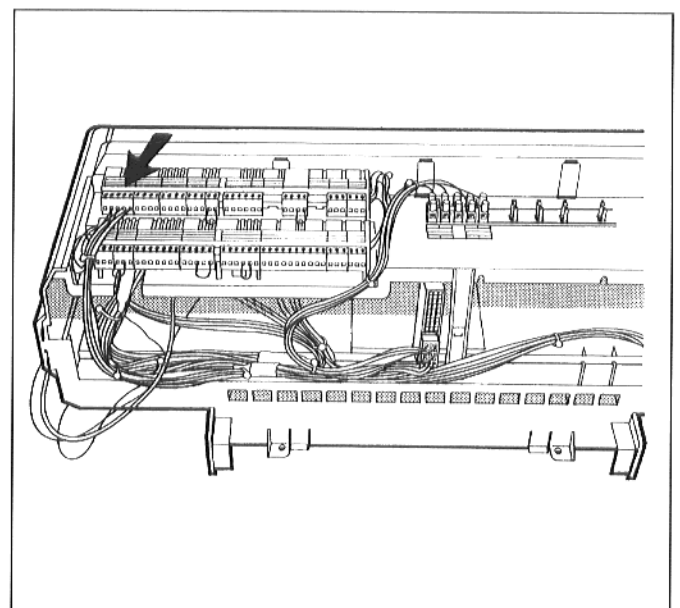

Fig. 6: Insertar el enchufe
- Levantar el enchufe inactivo junto con el puente con un destornillador e insertar el enchufe de color del módulo 065 (fig. 6). ¡Ver el esquema de conexiones!